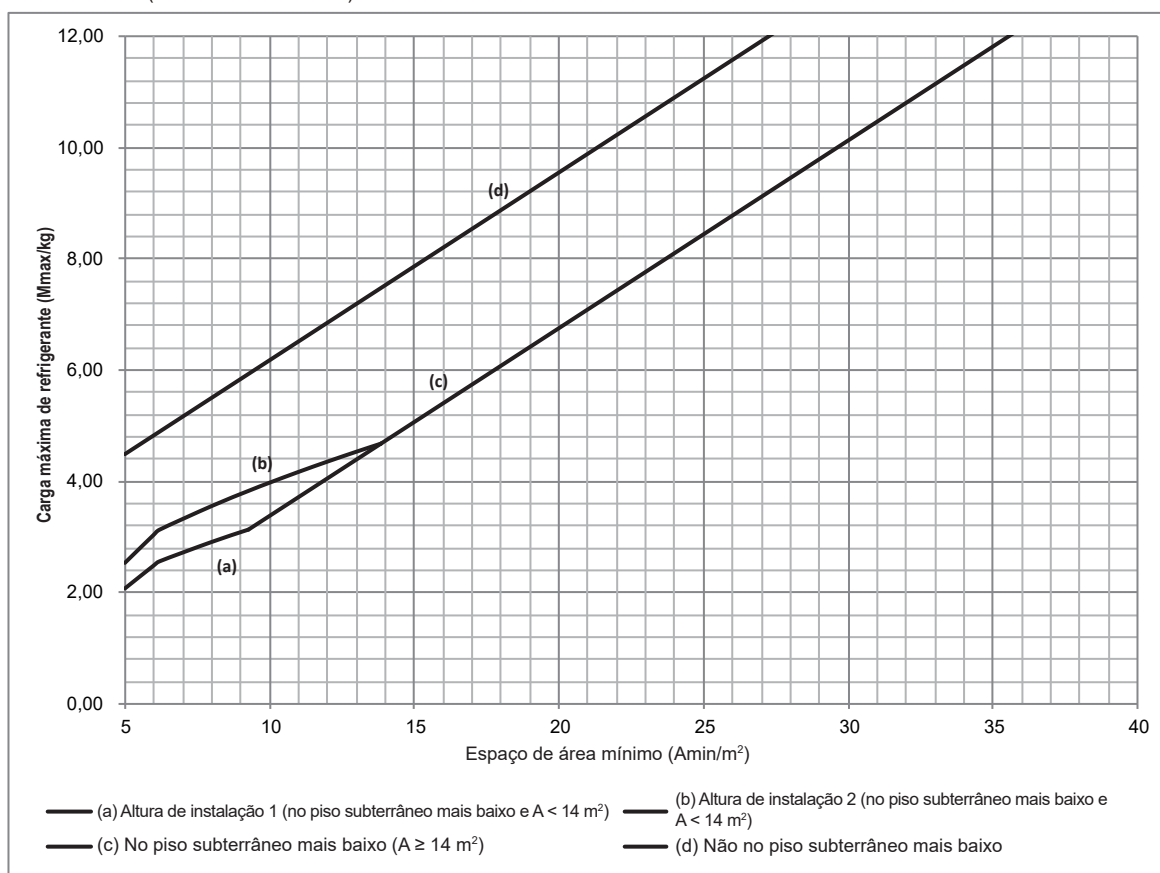

Figura 1-5
Se o sistema estiver equipado com um dispositivo de corte do refrigerante de fábrica no tubo principal da unidade de exterior e um dispositivo de alarme ligado à unidade de interior, podem ser seguidas outras regras relativas à carga de refrigerante e à área da divisão. A Figura 1-4 e o Quadro 1-4 são adequados para a 8-10 kW e a Figura 1-5 e o Quadro 1-5 são adequados para a 12-18 kW.
- Se o sistema se aplicar ao caso (d) na Figura 1-4 e no Quadro 1-4 ou na Figura 1-5 e no Quadro 1-5, a área mínima da divisão para uma unidade de exterior de 8-10 kW não deve ser inferior a 7 m² e a área mínima para uma unidade de exterior de 12-18 kW não deve ser inferior a 10 m².